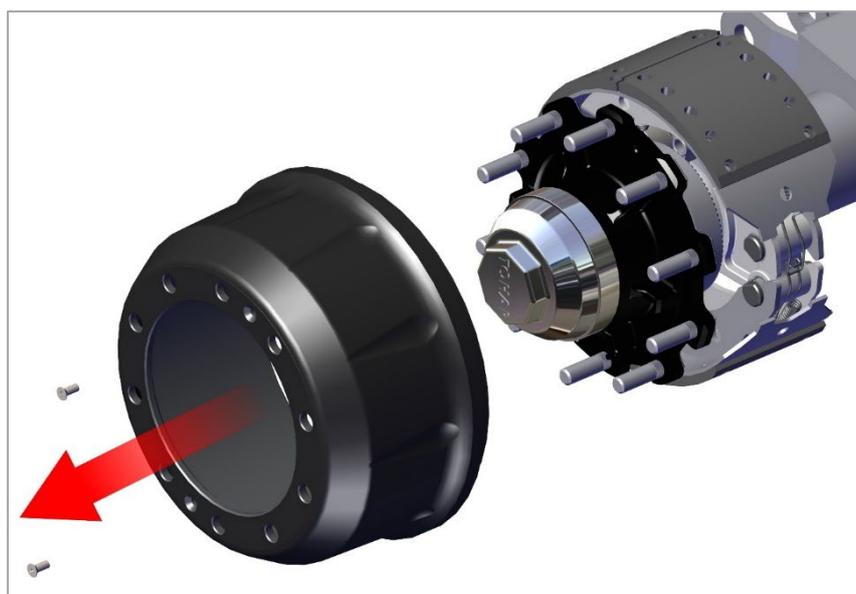

Рис. 15. Снятие барабана
2) Снимите барабан, как показано на рис. 15.